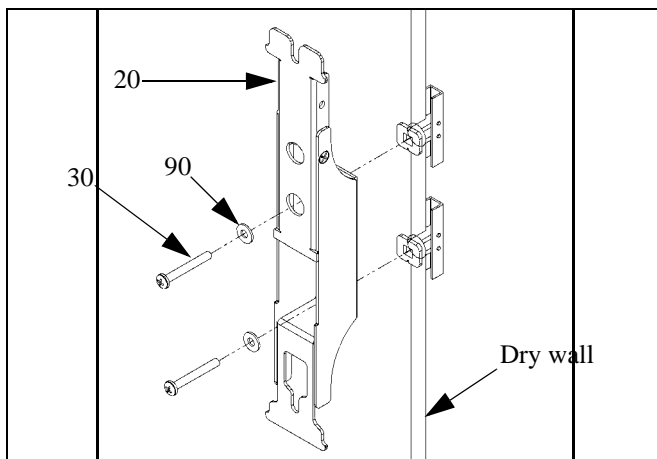

Figura 8.
8. Usando dois parafusos de cabeça Phillips n.º 10 (30) e duas arruelas chatas (90), prenda o suporte de parede de caixa acústica na parede (consulte a figura 8).
9. Repita o procedimento para instalar o segundo suporte de parede (20).